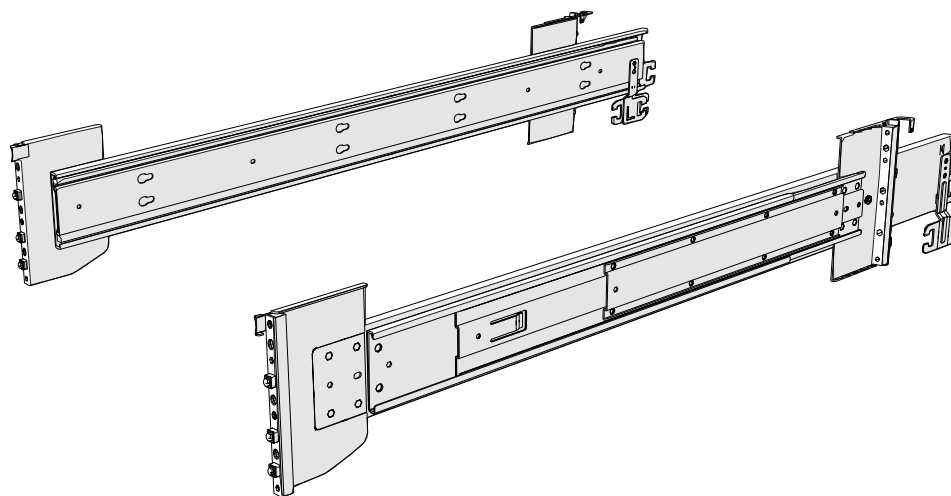

Рисунок 54. Направляющие
1. Найдите компоненты, применяемые для установки направляющих, включая винты M4xL6 и M5xL13. Положите эти компоненты (см. рис. 54) рядом для применения в процессе установки.